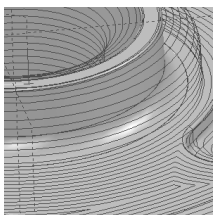
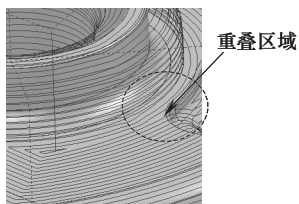

图 5-66 偏置重叠设置为 0 时的刀具路径
图 5-67 偏置重叠设置为 5 时的刀具路径
5) 陡峭浅滩重叠: 用于指定刀具路径在陡峭区域与浅滩区域相接位置的重叠区域面积的大小。这个选项有利于将刀具路径从三维偏置转为等高而形成的残留高度最小化。图 5-66 所示为偏置重叠设置为 0 时的刀具路径, 图 5-67 所示为偏置重叠设置为 5 时的刀具路径。